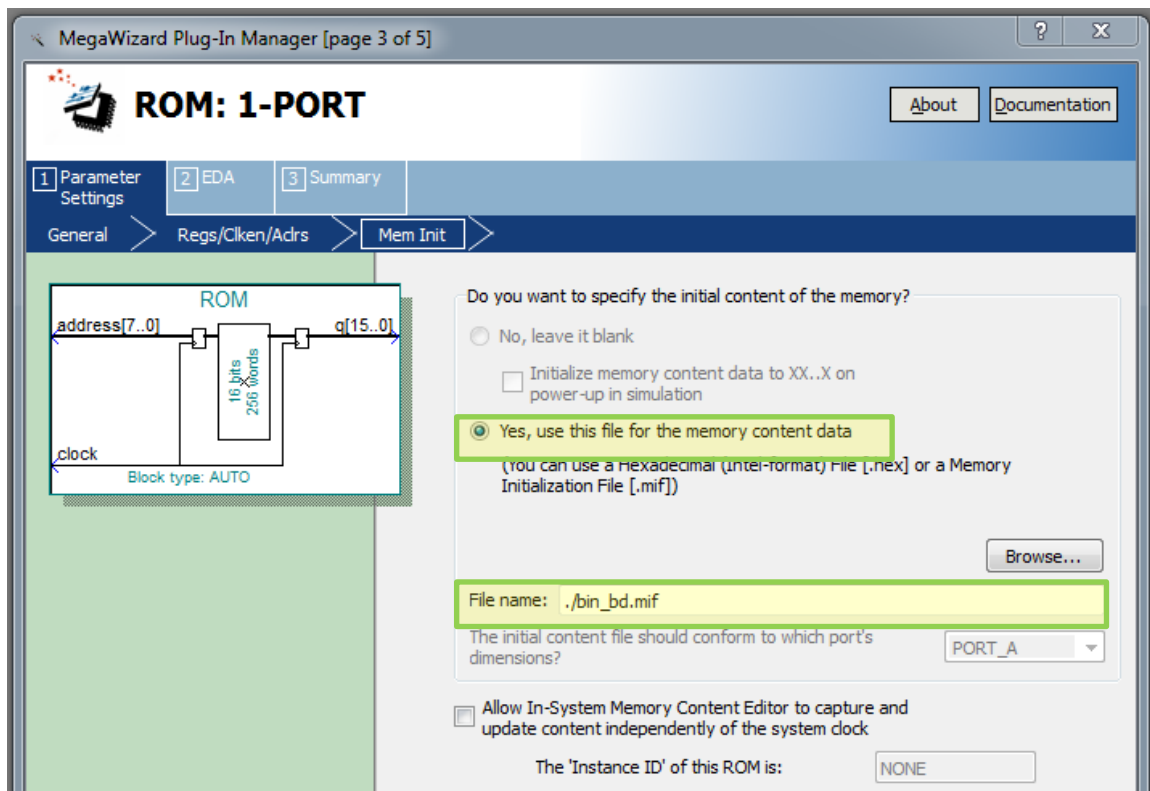

Рис. 13 Окно настройки экземпляра выбранного компонента (page 3)
4.5. В появившемся окне “**MegaWized Plug-In Manager [page 3 of 5]**” установите параметры как на рис. 13. В окошке **File name** с помощью кнопки **Browse** выберите созданный ранее файл **bin\_7seg.mif**. Выполните «Open», затем «Next».